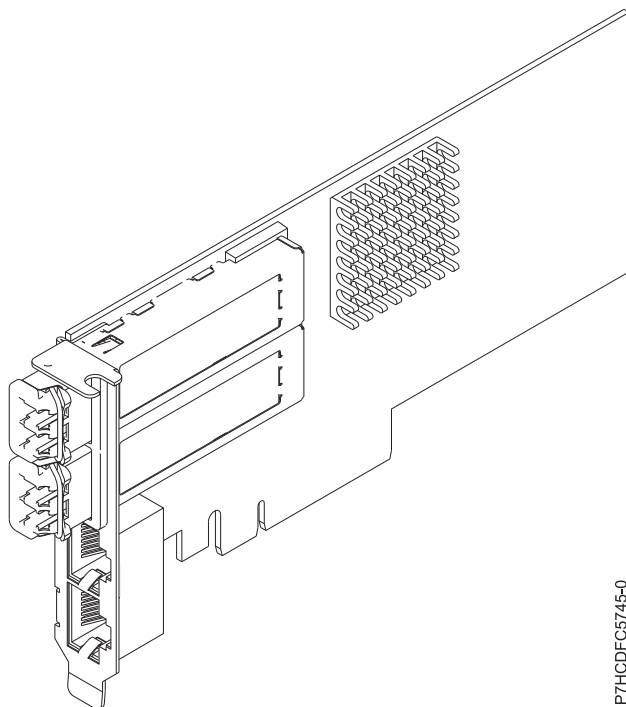

図 48. FC EN0H アダプター
この 4 ポート付きアダプターは、2 個の 10 Gb FCoE SR スモール・フォーム・ファクター・プラグ可能 (SFP+) ポートおよび 2 個の 1 Gb RJ45 イーサネット・ポートを提供します。2 個の 10 Gb FCoE ポートは、リトル・コネクタ (LC) タイプのコネクタによって接続されます。各 FCoE ポートは公称データ速度 10 Gbps (G ビット/秒) のイーサネット接続を提供します。各 1 Gb ポートは、データ速度 1 Gbps でイーサネット接続を提供し、イーサネット・ケーブルによって接続されます。10 Mb データ速度はサポートされません。173 ページの図 48 は、FC EN0H アダプターを示しています。